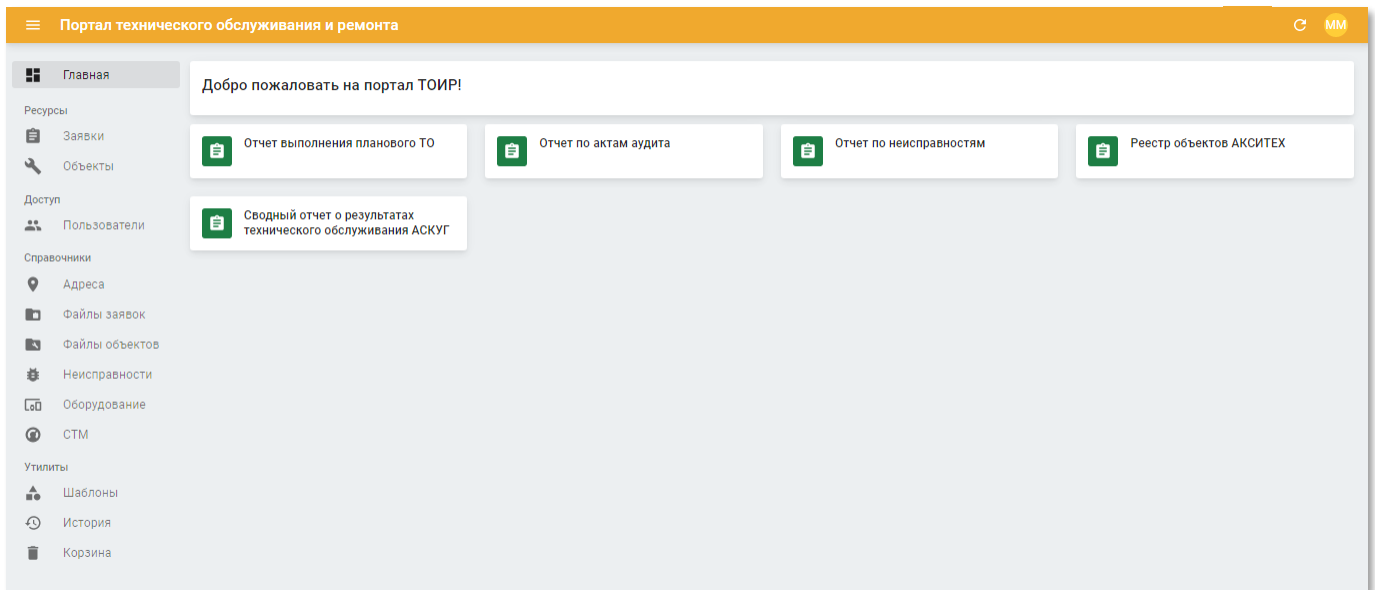

Рисунок 2.4 – Главная страница Портала «ТОИР»
- 1.1) Если указаны верные *имя пользователя* и *пароль*, то откроется главная страница Портала (см. рисунок 2.4).